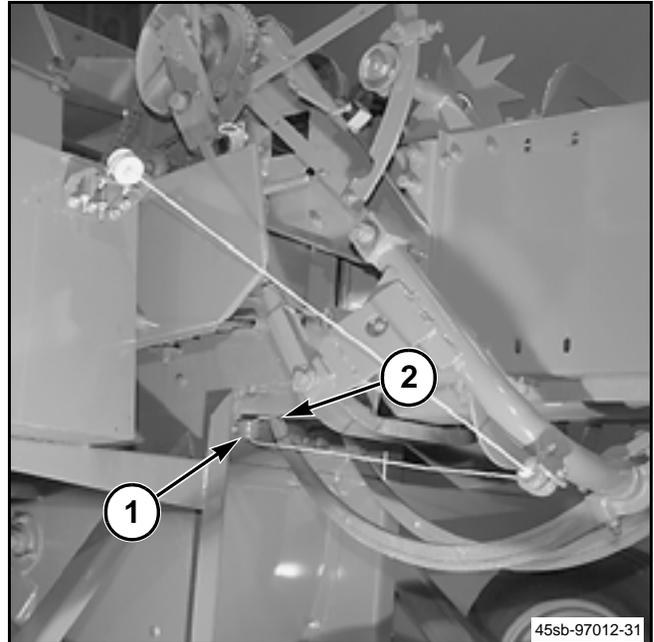

FIG. 43
FIG. 43: Después de ajustar las agujas, las guías de cordel (1) en la parte inferior de la cámara de fardos se deben mover hacia la derecha o izquierda, en comparación a la cámara de fardos. Las guías de cordel deben moverse para que el cordel que viene a través de la guía de cordel esté alineado con el ojo de la aguja (2). Un alineamiento incorrecto ocasionará un desgaste prematuro del ojo de la aguja.